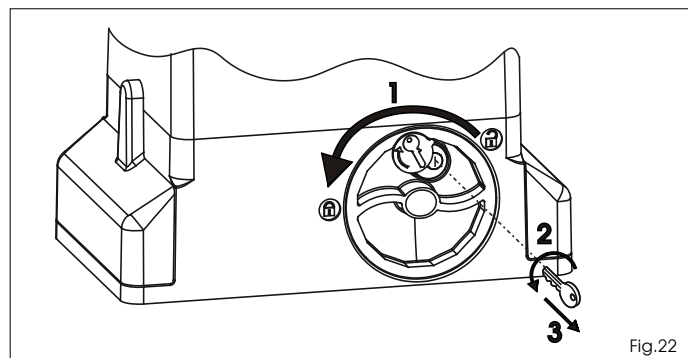

Fig.22
- 1) Gire el sistema de desbloqueo en sentido antihorario hasta su bloqueo, Fig.22 ref.1.
- 2) Gire la llave en sentido antihorario y sáquela de la cerradura, Fig.22 ref. 2 y 3.